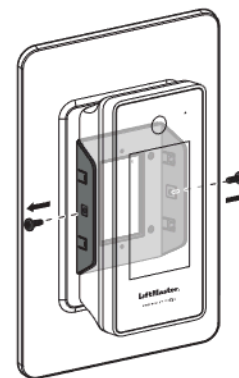

Figura 6
1. Si se coloca en una instalación actual, quite los tornillos laterales del CAPXS. Descarte estos tornillos. (Vea la Figura 6)